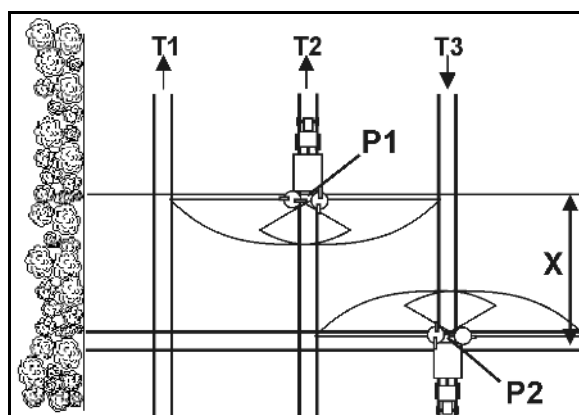

Fig. 85
- Öffnen der Schließschieber nach dem Einfahren in die Fahrgasse am Punkt P1 (Fig. 85), wenn die Streuscheiben die Strecke X von der Fahrgasse des Vorgewendes entfernt sind.
- Schließen des Schiebers vor dem Herausfahren aus der Fahrgasse am Punkt P2 (Fig. 85), wenn sich die Streuscheiben in Höhe der ersten Fahrgasse des Vorgewendes befinden.